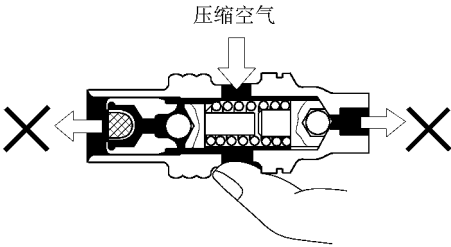

图 16-60 检查流量控制阀是否泄漏
2) 检查流量控制阀是否泄漏。如图 16-60 所示，关闭一个孔，并向相反侧的孔施加压缩空气 392 或 490kPa，确认空气不从尾端孔流出。